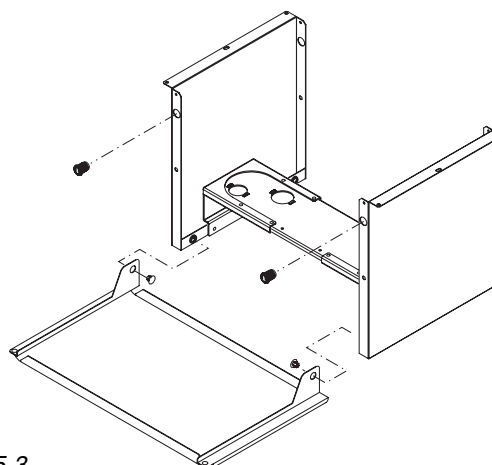

fig. 5-3
- montare a pressione i magneti (vedere fig. 5-3)